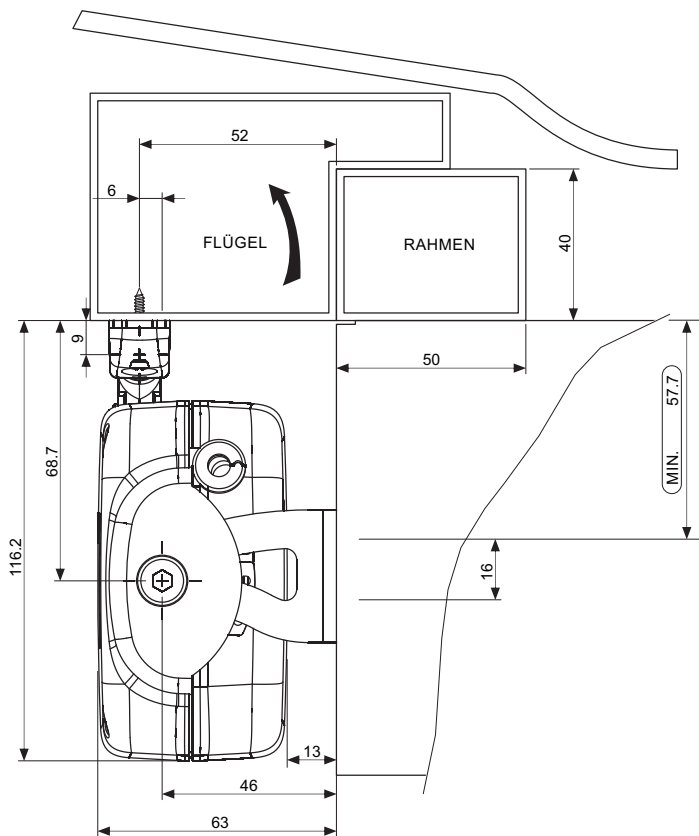

Fig. 13
5.2- KLAPPFENSTER (Abb. 7 und Abb.13 ÷ 20)
- 2) **Abb. 13-** Mit einem Stift die Mittellinie "X" des Fensterrahmens ziehen;